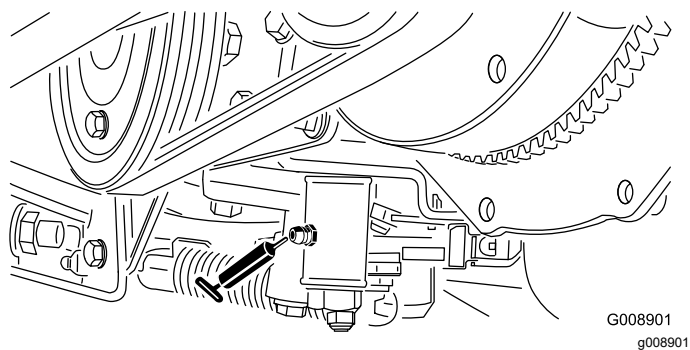

Figura 35
- Mecanismo de ajuste de punto muerto (**Figura 35**)